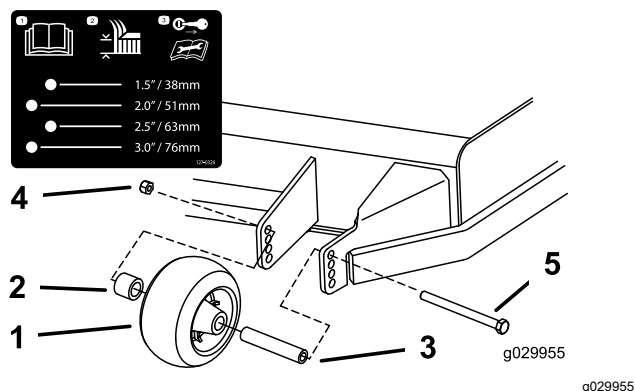

Figure 37
3. Réglez les galets anti-scalp comme montré à la Figure 37.